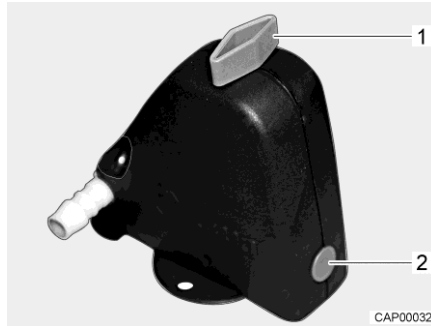
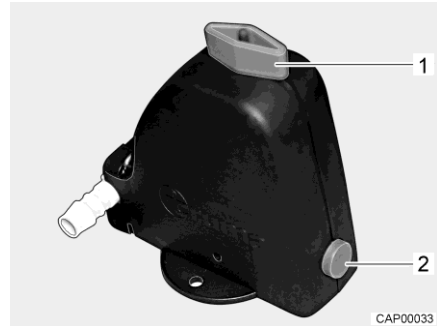

Bild 125 Sicherheits-/Ablassventil geschlossen
Bild 126 Sicherheits-/Ablassventil geöffnet
- Sicherheits-/Ablassventil (Bild 125) öffnen. Dazu Drehknopf (Bild 125,1) längs zum Sicherheits-/Ablassventil drehen. Der Druckknopf (Bild 125,2) springt heraus. Das geöffnete Sicherheits-/Ablassventil ist in Bild 126 dargestellt.